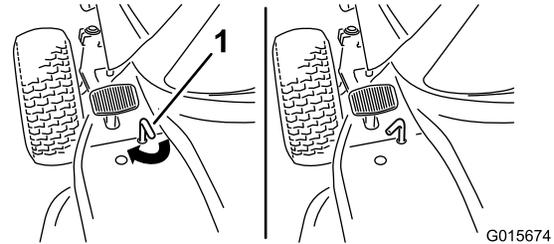

Figura 6
- Si la máquina tiene una palanca de freno de estacionamiento: Gire la palanca del freno de estacionamiento (Figura 6) en el sentido de las agujas del reloj y levante poco a poco el pie del pedal de freno.